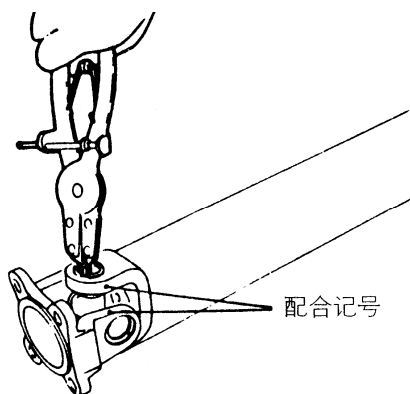

图 3-108 拆卸锁紧环
(1) 拆卸锁紧环时，使万向节各叉上的配合记号对准后进行分解。如图 3-108 所示，用锁紧环夹钳从叉上拆下锁紧环。